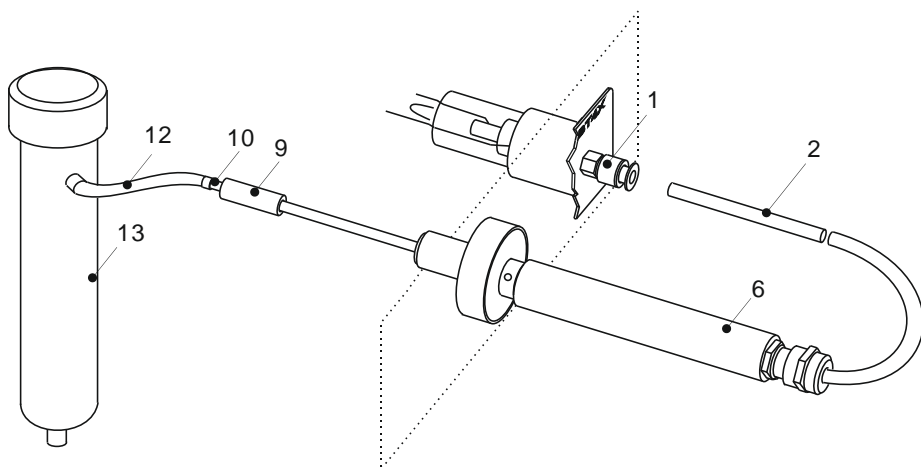

Рис. 5
3.5.1. Включите газоанализатор, используя заглушку, установленную в трубку (рис. 5), подсоедините ротаметр ко входу газоанализатора измерьте расход. Если значение расхода меньше 200 мл/мин, обратитесь к разделу 4. Для проверки расхода на выходе газоанализатора установите штуцер СБРОС (см. рис. 26).
Для проверки нулевого сигнала соедините фильтр-поглотитель с входом пробоотборника, для чего отсоедините трубку 12 (рис. 5) от штуцера фильтра-поглотителя 13 и наденьте ее на заглушку 10, трубку 9 соедините с пробоотборником, через 10 минут зафиксируйте показания индикатора, показания не должны превышать 5 мг/м3. После окончания проверки отсоедините фильтр-поглотитель.